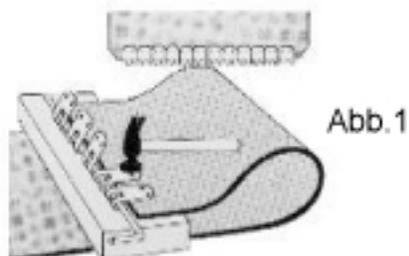

Abb. 1
- 1.) Transportband rechtwinklig schneiden und Verbinder entsprechend der Gurtstärke wählen. Verbindertlänge 20-50 mm kürzer als die Gurtbreite wählen. Gurt bis Anschlag in den Verbinder legen. Montagestab einführen. Verbindung durch leichtes Hämmern zusammendrücken, so dass die Verbinderglieder den Gurt fest umfassen. (siehe Preisliste o. Unterlagen) (Abb. 1).